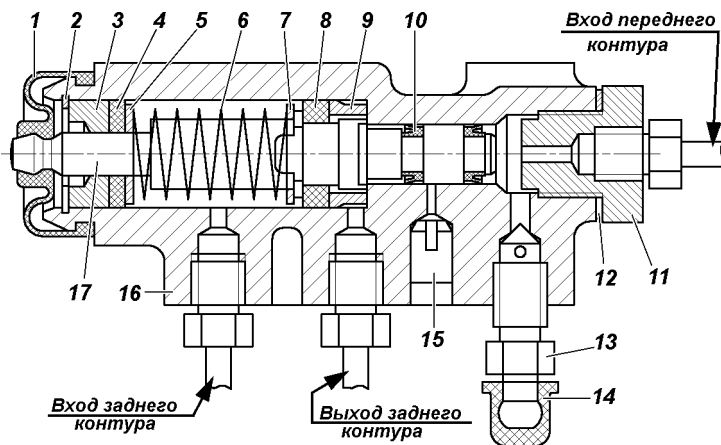

Рис. 9.32. Регулятор давления:
Регулятор давления. На автомобилях, не оснащенных антиблокировочной системой тормозов, устанавливается регулятор давления (рис. 9.32), который обеспечивает оптимальное распределение тормозных сил по осям автомобиля и не допускает блокировку задних колес раньше передних. При обслуживании проверяйте работоспособность регулятора давления. Очищайте регулятор от грязи и проверяйте надежность его крепления. Внешним осмотром убедитесь, что регулятор и детали его привода не имеют повреждений, отсутствуют подтекания тормозной жидкости и люфты в соединении стойки с упругим рычагом и кронштейном на заднем мосту.
3. Заверните болт 3 до соприкосновения его с хвостовиком поршня 17 (см. рис. 9.32) регулятора.